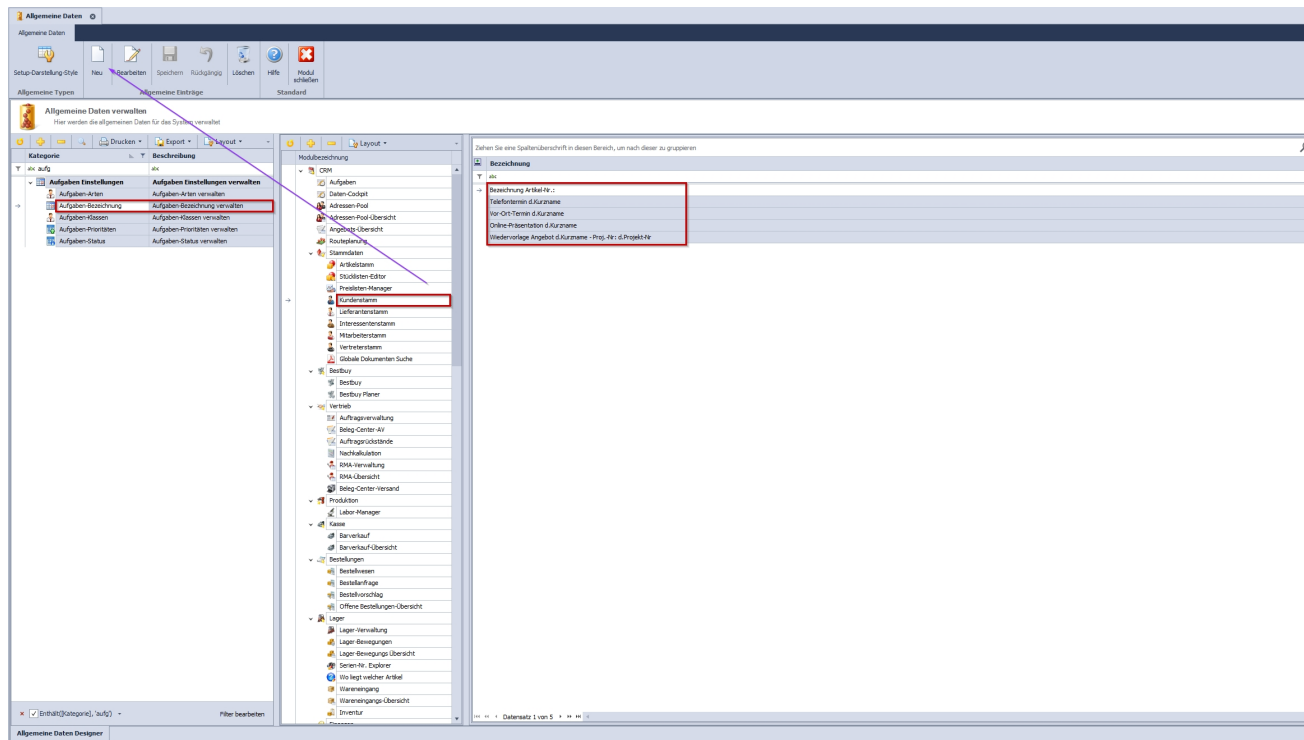

Abb. 1
1. In den allgemeinen Daten bei den Aufgabenbezeichnungen wählt man in der Spalte Modulbezeichnung vorab das gewünschte Modul, für welches man die Schablone für die Aufgabenbezeichnung erstellen möchte (Abb. 1).
Man kann in Goliath.NET eine Abteilungshierarchie abbilden. Dazu muss man in den allgemeinen Daten für die entsprechende Abteilung vorab einen Abteilungsleiter definieren (Abb. 1).